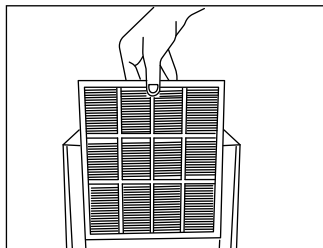

Fig. 4
2. Extraiga hacia arriba el filtro. (Fig. 4)